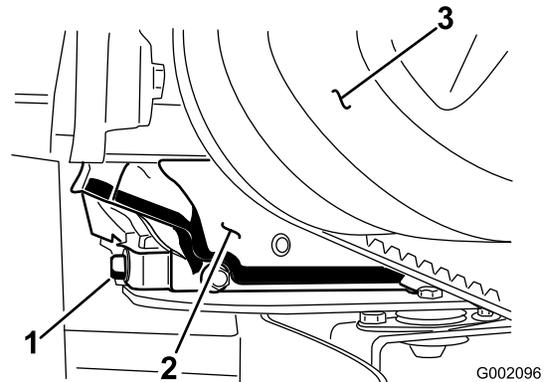

Bild 30
6. Nehmen Sie die Ablassschraube ab (Bild 30).